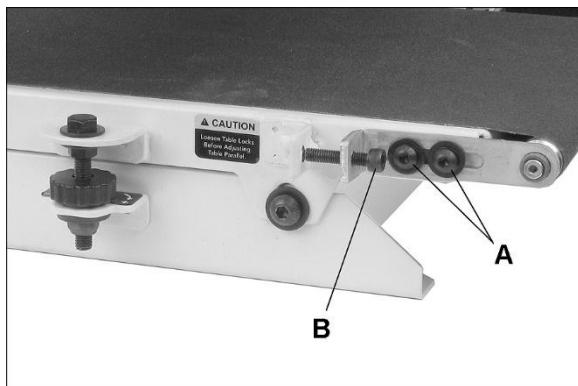

Abb. 8-2: Einstellung der Bandspannung
2. Lösen Sie leicht die vier Schrauben (A, Abb. 8-2) an der Vorschub-Einzugseite mit einem 4-mm-Inbusschlüssel (zwei Schrauben an jeder Seite).
4. Die vier Schrauben festsetzen (A, Abb. 8-2).
2. Den Vorschub einschalten und auf maximale Geschwindigkeit einstellen. Beobachten, ob eine Tendenz zur "Verschiebung" des Vorschubbands zu einer Seite hin besteht. Falls ja, an dieser Seite die Schrauben (A, Abb. 8-2) leicht lösen und die Einstellschraube (B) anziehen.